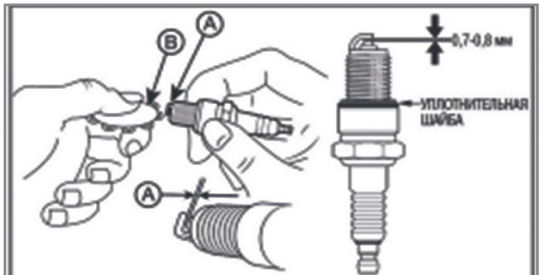

Рис. 17 Зазор между электродами свечи зажигания
4. Измерьте зазор между электродами свечи зажигания специальным щупом. Зазор должен быть 0,7-0,8 мм (Рис. 17). При увеличении, или уменьшении требуемого зазора, рекомендуется заменить свечу, так как регулировка зазора может привести к изменению качества искрообразования.